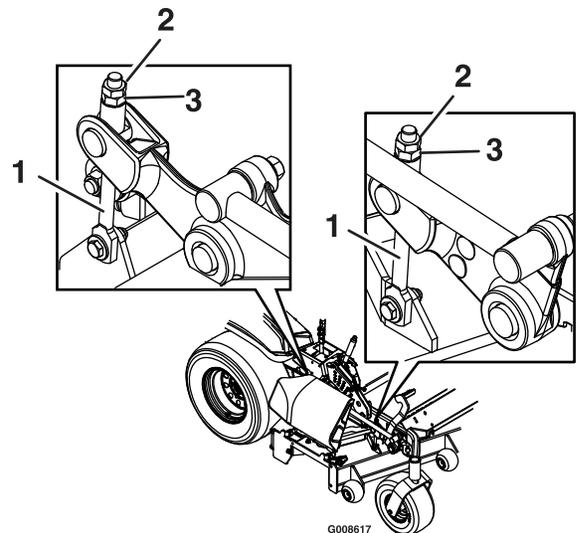

Figura 27
10. Afloje las contratuercas de la parte superior de cada mecanismo de ajuste de la plataforma. Gire la tuerca de ajuste del conjunto de elevación de la plataforma delantera para obtener una altura de 7,6 mm (3 pulgadas) (ver Figura 27).